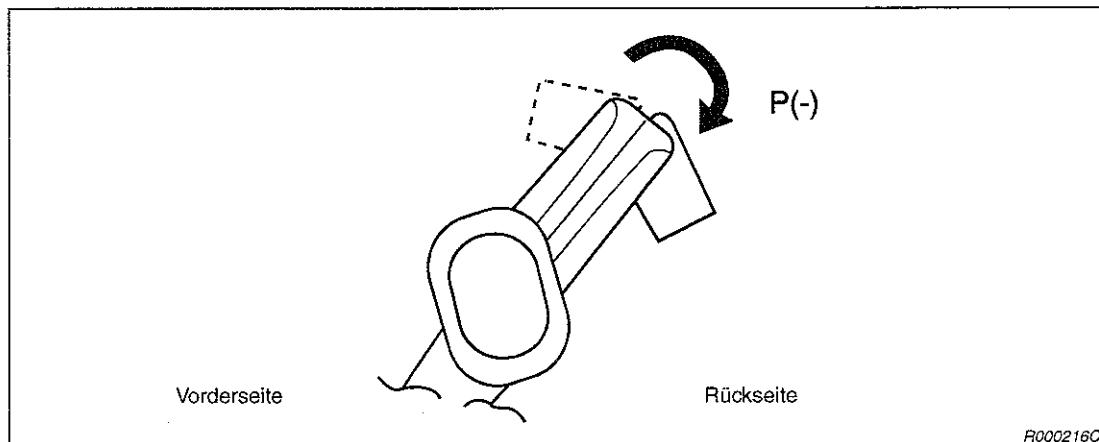

Abb. 3-12: Einstellen der Grundposition für die Handgelenkneigung
- ① Bewegen Sie das Gelenk für die Handneigung langsam mit beiden Händen in die negative Richtung (minus) bis zum Anschlag (siehe Abb. 3-12).